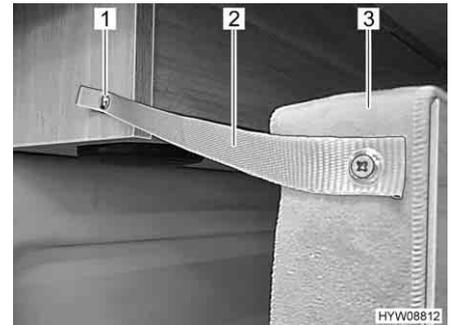

Fig. 30 Retención trasera
- Fijar la cama (Fig. 30,3) en el armario suspendido con la cinta de seguridad (Fig. 30,2) y el botón de presión (Fig. 30,1).
- Soltar el botón de presión (Fig. 30,1) en el armario suspendido.